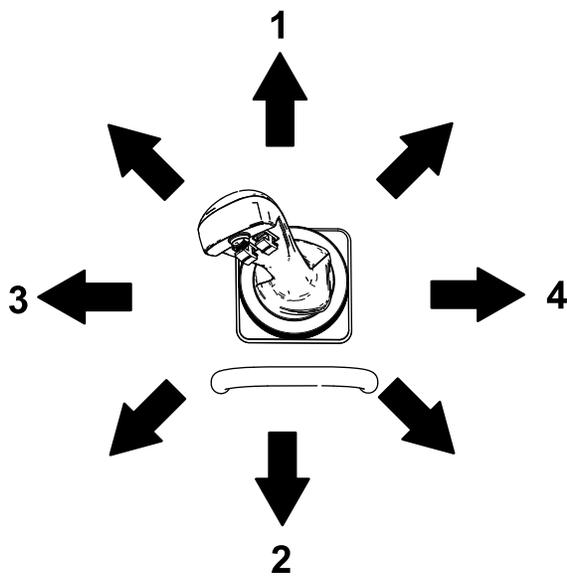

Рисунок 18
- Чтобы наклонить навесное оборудование вперед, медленно перемещайте рычаг вправо (Рисунок 18).
- Чтобы наклонить навесное оборудование назад, медленно перемещайте рычаг влево (**Рисунок 18**).
- Чтобы опустить стрелы погрузчика, медленно перемещайте рычаг вперед (**Рисунок 18**).
- Чтобы поднять стрелы погрузчика, медленно перемещайте рычаг назад (**Рисунок 18**).